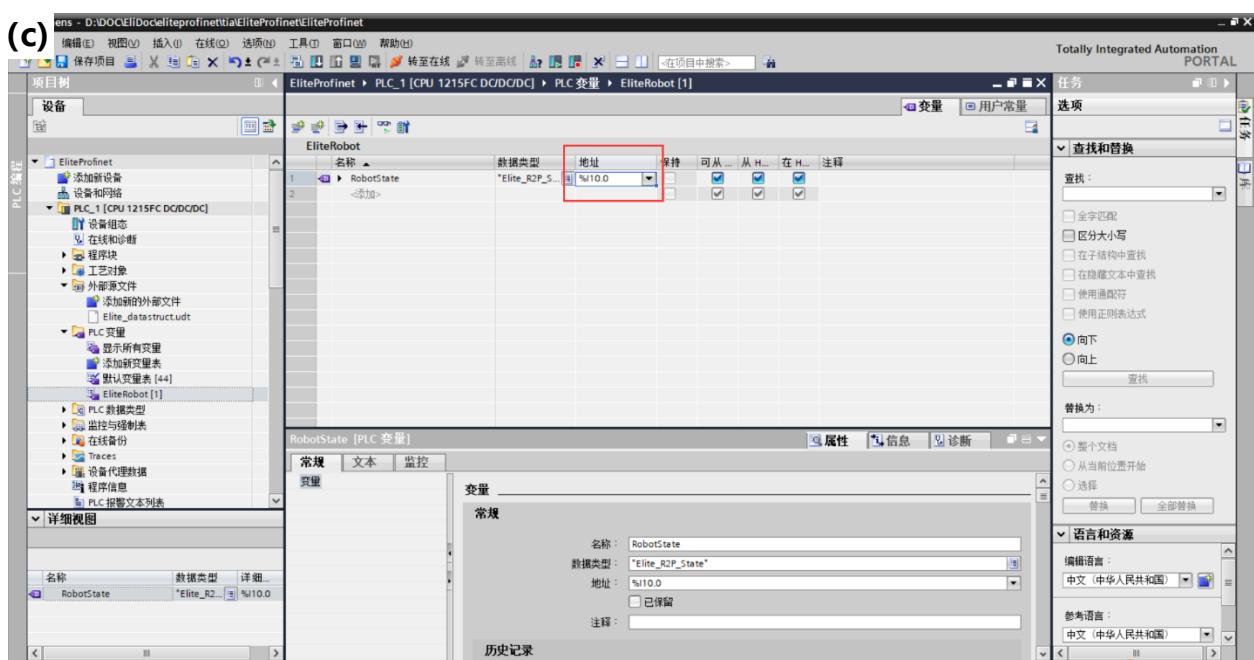

图 15-8 添加变量
1) 左侧项目树中选择 PLC 变量，可“添加新变量表”或者直接选择“默认变量表”。随后便可在相应变量表中添加变量：填入名称和选择数据类型，如图 15-8 (a) 所示，想要获取机器人的状态，则选择“Elite\_R2P\_State”类型。
2) 左侧项目树中双击“设备和网络”并双击“elite-dev”选择插槽 1 中的“R2P\_State\_1”，选择“IO 变量”，记下第一个变量的地址，如图 15-8 (b) 所示，是“%I10.0”。
3) 回到变量表中, 将刚刚记录下的地址填入变量地址, 如图 15-8 (c) 所示。以此类推, 可以将十个插槽中的变量添加。